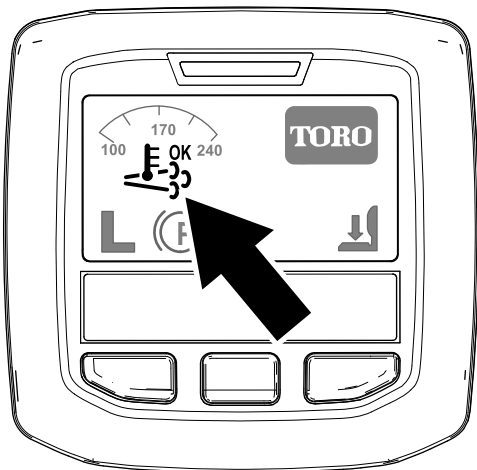

Figura 33
- Nell'InfoCenter viene visualizzata l'icona di rigenerazione assistita/ripristino (Figura 33).